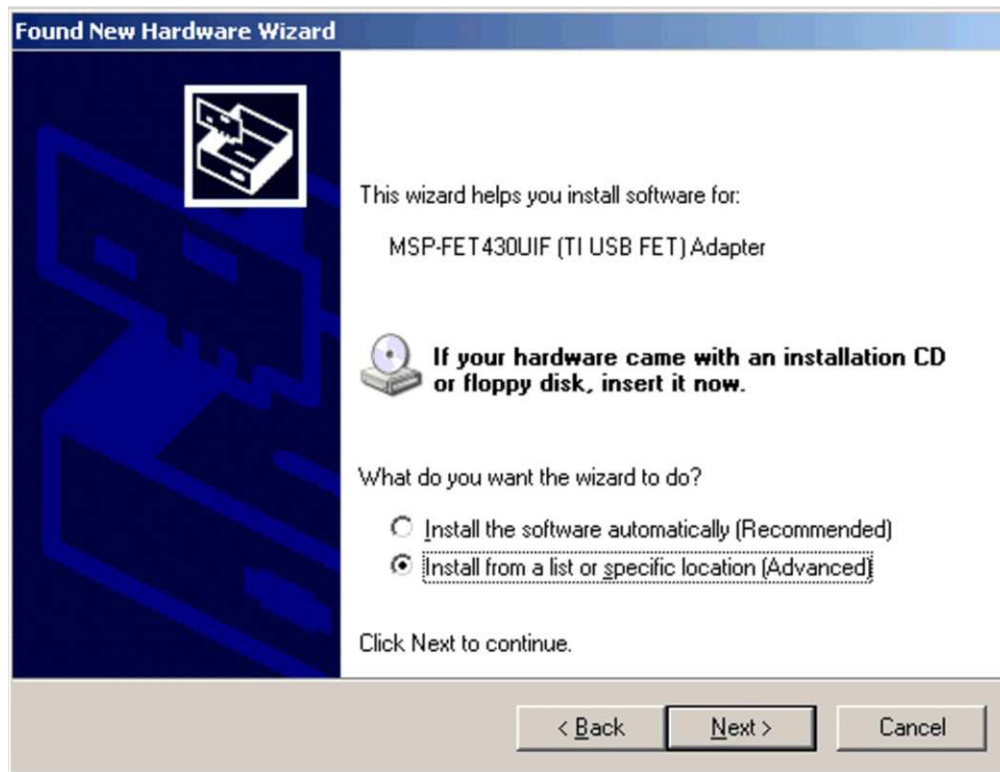

图 C-2. Windows XP 硬件向导
5. 选择“从一个列表或者指定位置安装（高级）”（见图 C-2）。